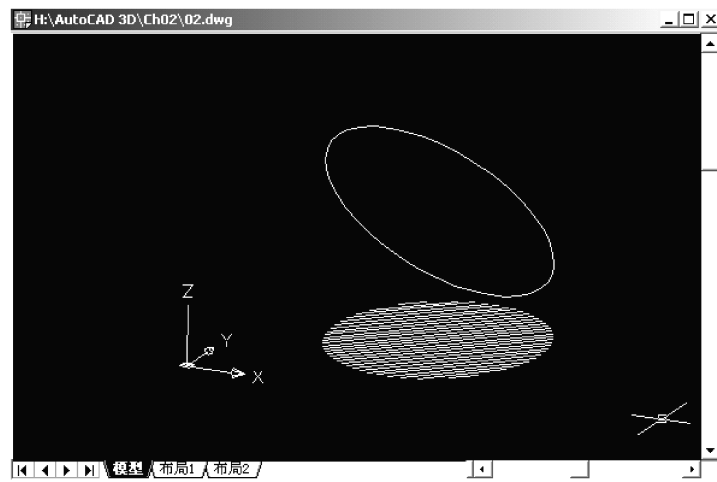

图 2-3 在三维空间中创建填充图案对象
(1) 对于多线、宽线和二维多段线等对象，可以直接在构造平面上创建。此外，还可以在与构造平面平行的平面上创建，具体方法是在指定多线、宽线或二维多段线的起点时，可以指定一个三维点，然后再确定其他点的二维坐标。AutoCAD 将通过对象起点并与构造平面平行的平面上创建二维对象，即二维对象的各点的 Z 坐标自动与起点的 Z 坐标保持一致。
(2) 在三维空间中创建多边形和圆环对象时，可以将其中心点指定为任意的三维点，AutoCAD 将通过该点并与构造平面平行的平面上创建相应的二维对象。对于矩形对象，在创建过程中可以选择“标高(E)”命令选项，指定矩形对象的标高，AutoCAD 将在指定标高的平面上创建矩形对象。
(3) 在三维空间中创建圆、圆弧和椭圆等对象，可以将第一点（可以是端点或中心点）指定为三维点，AutoCAD 将通过该点并与构造平面平行的平面上创建相应的二维对象。
(4) 对于图案填充对象，AutoCAD 将对三维空间中指定的封闭区域在构造平面上的投影进行填充，并在构造平面上创建图案填充对象。例如，图 2-3 中显示了根据三维空间中的圆对象创建填充图案的示例。